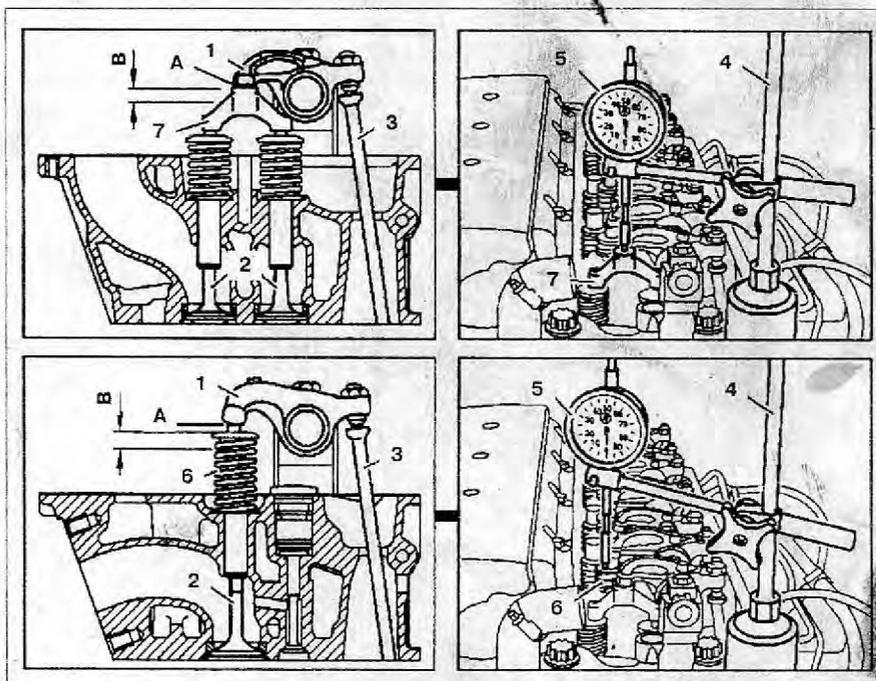

Рис. 3.10. Проверка подъема клапана:
1. Вращайте коленчатый вал до тех пор, пока поршень проверяемого цилиндра не будет установлен в положение воспламенения (ВМТ). Коромысла **1** должны перекрывать, обе штанги толкателей могут вращаться, и имеется зазор между клапаном и клапаном (рис. 3.10).